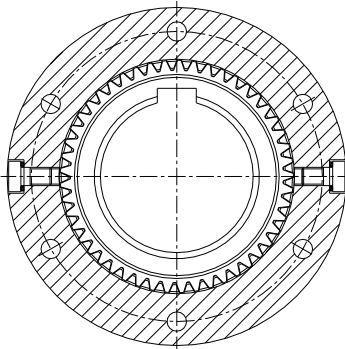

Figura 28: Posição horizontal dos parafusos
- Gire o acoplamento até que os parafusos (componente 7) de lubrificação estejam na posição horizontal (ver figura 28).